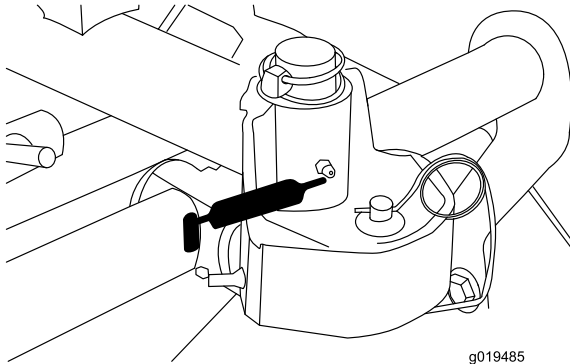

Bild 44
- Mähwerkträgerrahmen und Drehbüchsen (2 Stück) Bild 44.